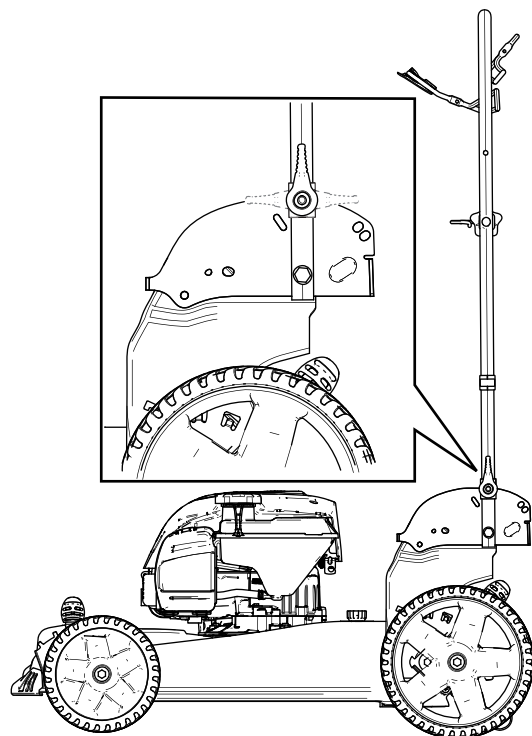

Figura 20
2. Piegare la stegola in avanti o in posizione verticale o in posizione completamente in avanti come illustrato in Figura 20.